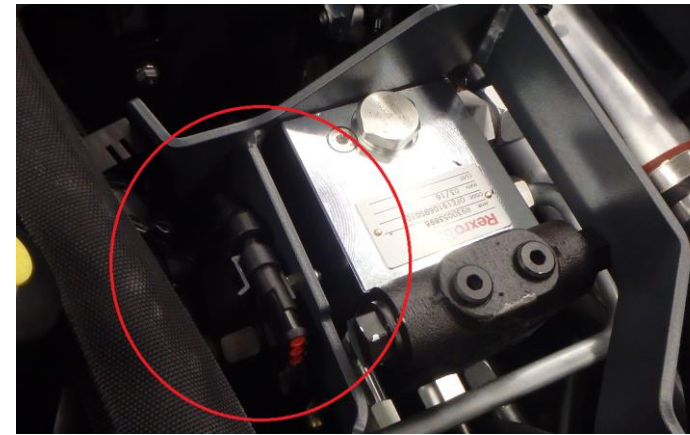

Abbildung 2
- 6) **Abbildung 2: (if not already assembled)**